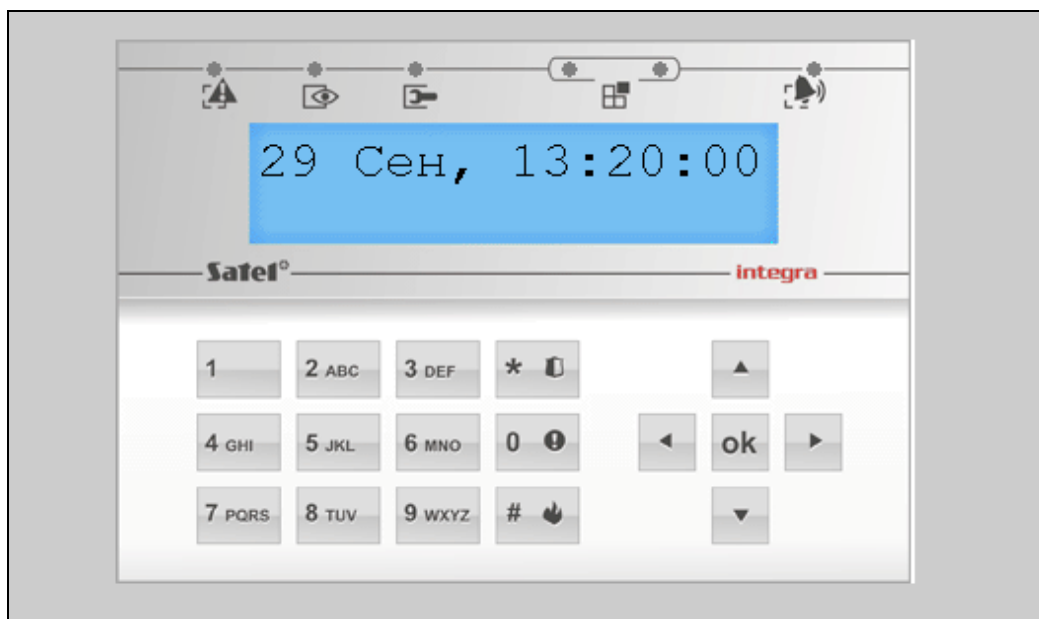

Рис. 21. Интернет-браузер: виртуальная клавиатура.
5. В интернет-браузере будет отображена виртуальная клавиатура (рис. 21).